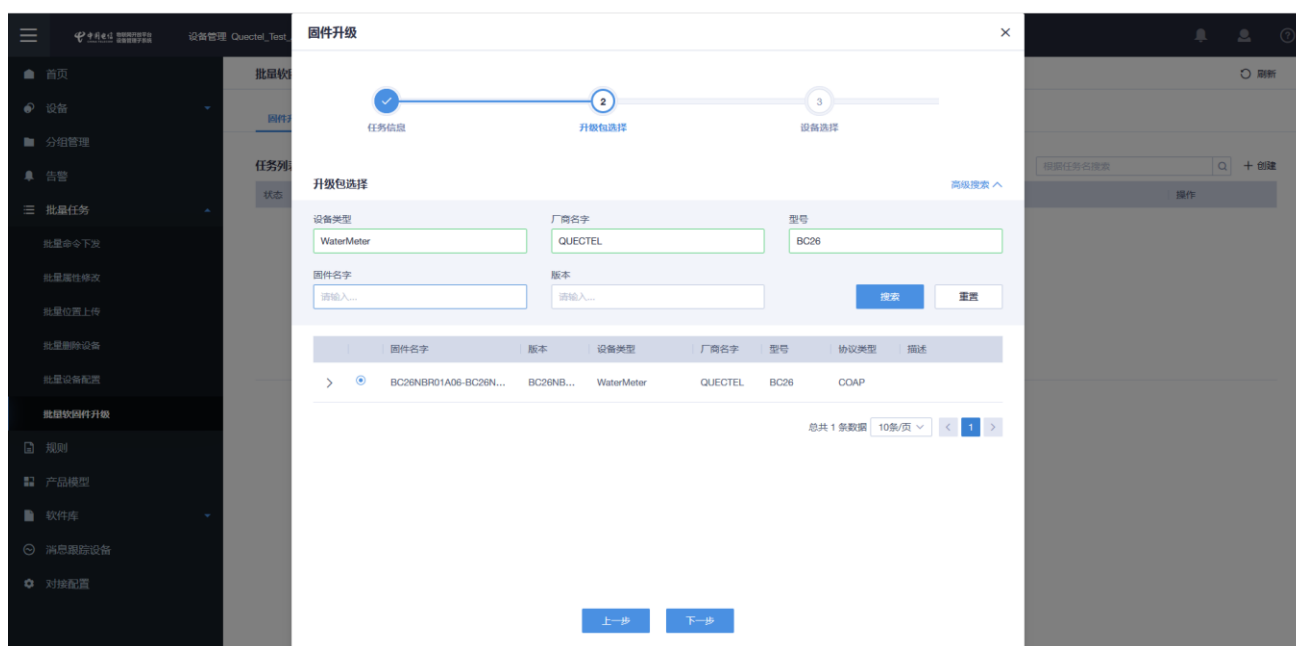

图 16: 设置升级任务参数
2. 模组固件升级完成，平台显示升级成功。如图 16 所示。